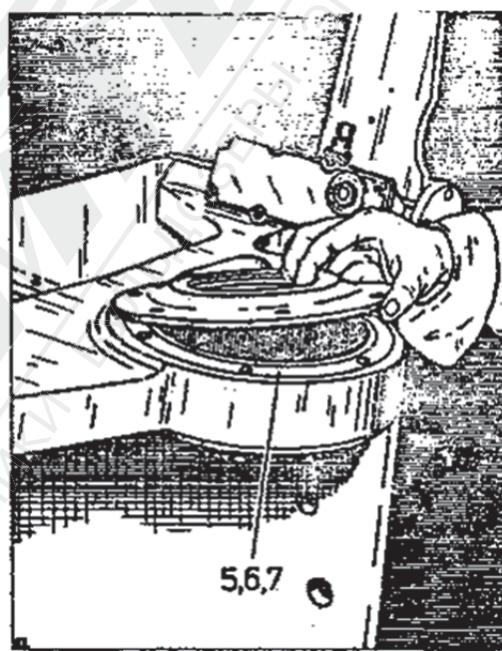

Рис. 3-14. Размещение подкладок перед установкой крышек
15. Вставить крышки подшипников 2. Подкладки 5,6,7 разместить ровно под крышками т.е. толщина пакета должна быть равна с обеих сторон подшипника /рис. 3-14/.